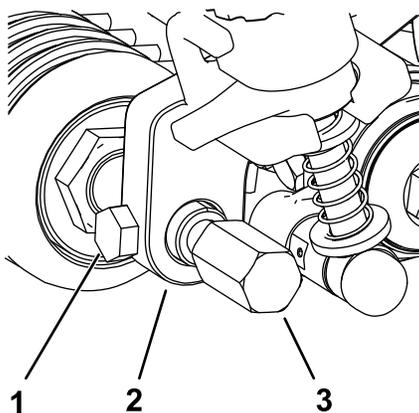

Figura 21
5. Insira e centre o eixo do rolo frontal entre os suportes da altura de corte e encaixe-o, fixando-o com os dois parafusos de montagem removidos dos antigos suportes da altura de corte (Figura 21).
6. Instale os resguardos do rastelo a cada um dos lados do eixo do rolo frontal (Figura 21).